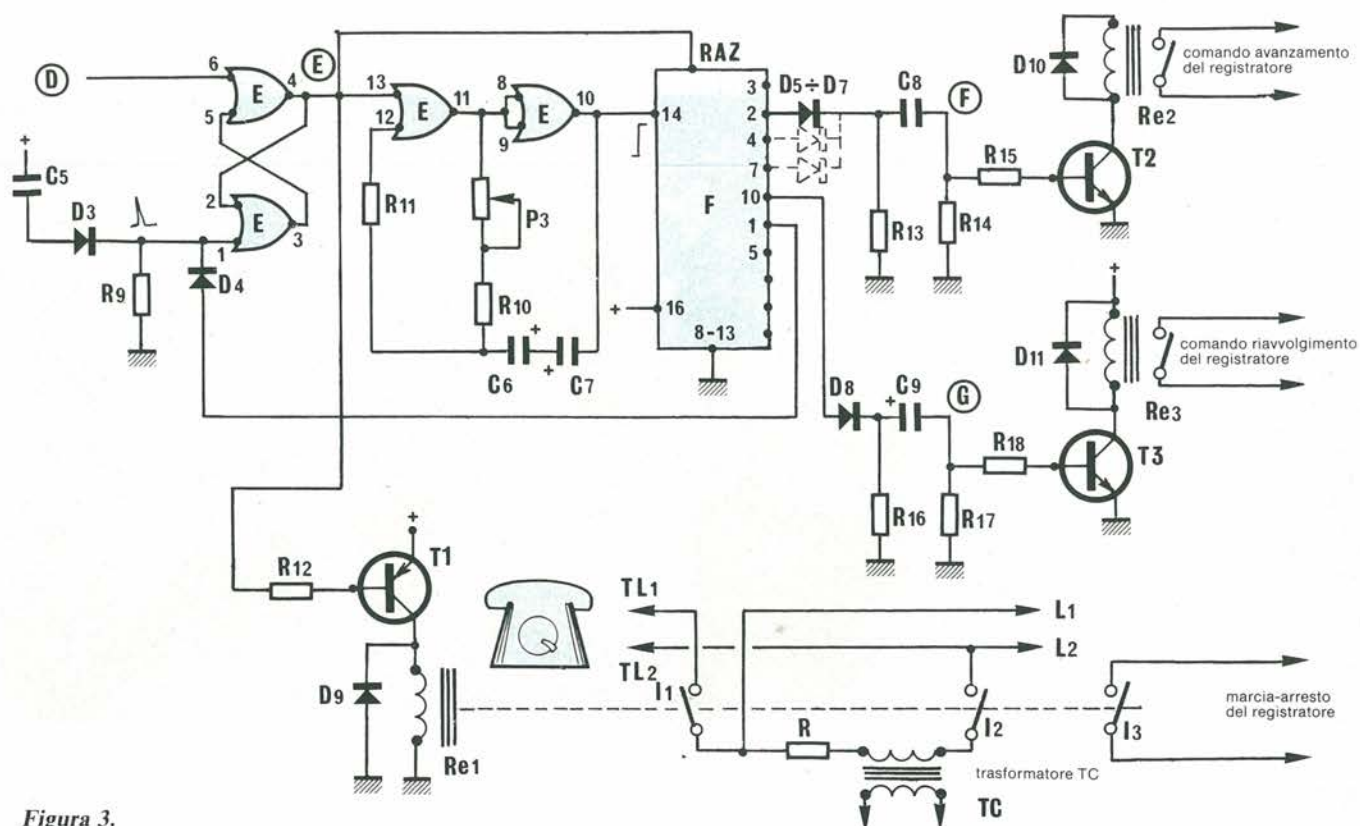

Figura 3.
- In Figura 3, i circuiti logici e di comando del registratore.